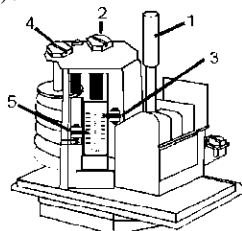

Fig.2:
### Taratura (Fig.2):
- Esecuzione con ripristino manuale (FF4-...DRH oppure DDH): alla caduta di pressione sotto il punto inferiore di intervento oppure al salire della pressione sopra il punto superiore di intervento azionare il pulsante di reset 1 (Fig.2).